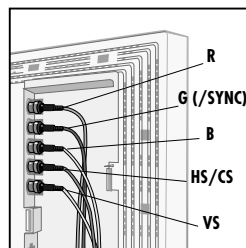

Abbildung C.1
- Schließen Sie das BNC-Kabel an die entsprechenden Buchsen an der Rückseite des Monitors an. Schließen Sie das rote BNC-Kabel an die mit R gekennzeichnete, das grüne BNC-Kabel an die mit G(/SYNC) und das blaue BNC-Kabel an die mit B gekennzeichnete Anschlußbuchse des Monitors an. Falls Sie einen vierten BNC-Anschluß (Composite Sync) benötigen, verwenden Sie die mit HS/CS gekennzeichnete BNC-Buchse am Monitor. Wenn Sie einen fünften BNC-Anschluß (Vertical Sync) benötigen, verwenden Sie die mit VS gekennzeichnete BNC-Buchse am Monitor (**Abbildung C.1**). Schließen Sie das andere Ende an den Computer an. Der Anschluß an einen PC ist in (**Abbildung A.2**) ersichtlich, der Anschluß an einen Macintosh in (**Abbildung B.2**).